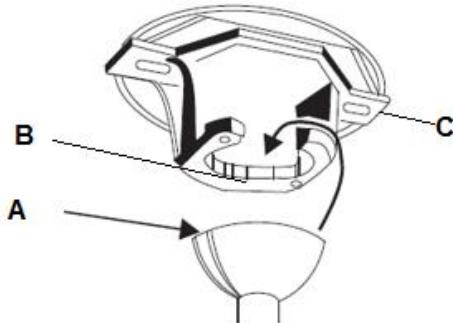

Fig. 6
Avvicinare il ventilatore alla staffa di supporto. Assicurarsi che la fessura (A) del giunto sferico sia posizionata sul perno (B) della staffa di supporto (C), in modo tale da evitare che il ventilatore ruoti quando è in funzione (Fig. 6).
- Fissare il ventilatore alla staffa di supporto (consultare la sezione "Fissaggio del ventilatore" e la Fig. 6 a pagina 6).